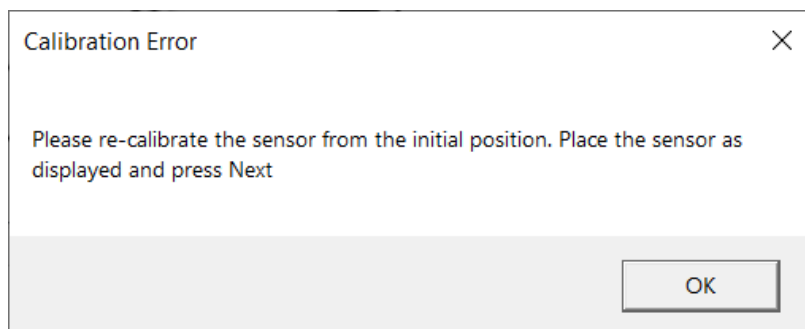

Figure 59. Angle Calibration エラーメッセージ
**注：** ROHM EVK GUI SW が同じ校正位置で 2 回連続して校正を行ったことを検知すると、「Calibration Error」ウィンドウが表示され、最初の校正手順からやり直す必要があります。(Figure 59)